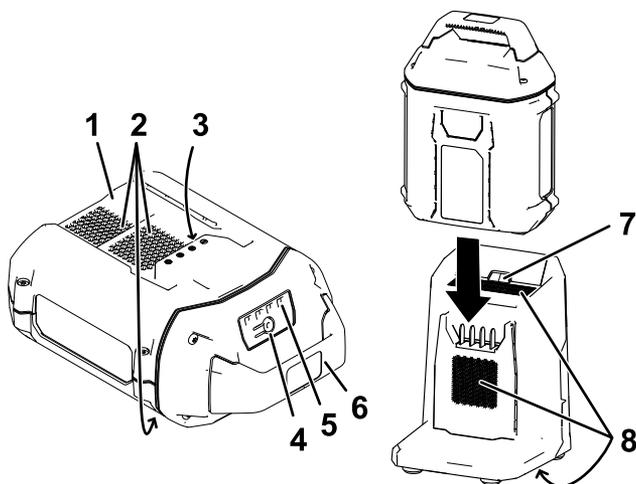

Рисунок 4
2. Совместите углубление в аккумуляторной батарее Рисунок 4 с выступом зарядного устройства.
3. Вставьте аккумуляторную батарею в зарядное устройство так, чтобы она полностью села на место (Рисунок 4).